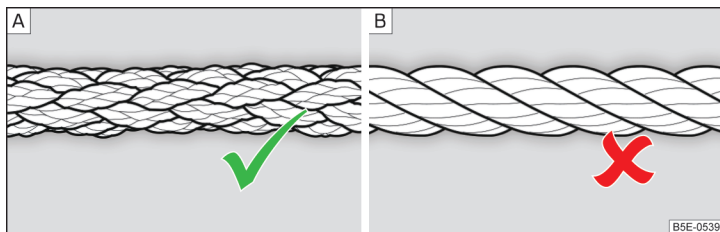

Fig. 323 Cable para remolcar trenzado / Cable para remolcar en espiral
Para el remolque por medio de un cable de remolque, usar solamente un cable de fibra plástica tejida » fig. 323 - [A] » !
- Para remolcar no debe utilizarse ningún cable de remolque en espiral » fig. 323 - [B], la argolla de remolque puede desenroscarse en el vehículo - ¡Existe peligro de accidente!